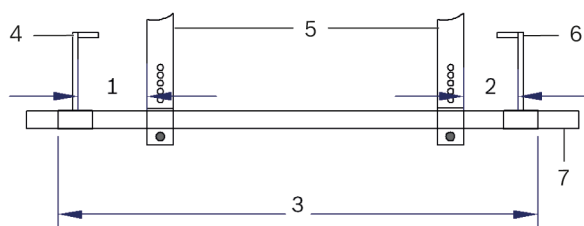

Figura 2: Soportes separadores
- ▶ No exceda la capacidad de carga máxima indicada en la tabla "Capacidad de carga de las herramientas" y respete las distancias indicadas en la figura 2.
- ▶ Utilice el travesaño T40092/1 únicamente con los contracojinetes T40092/2 y T40092/3. Los soportes T40091/2 se sostienen sobre el travesaño (figura 2).